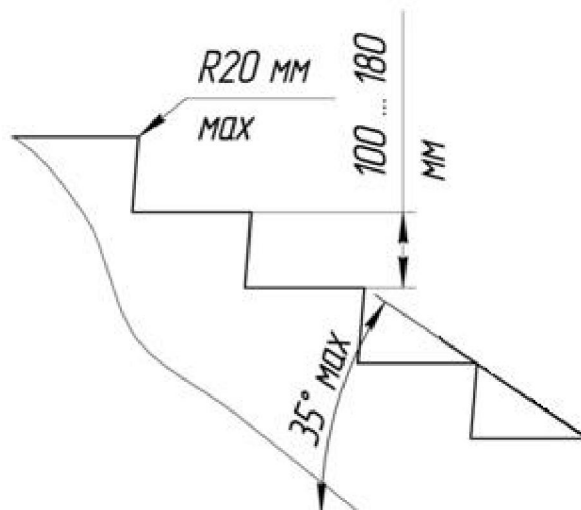

Рис. 5. Параметры лестницы.
Наклон	Мах.35 градусов (Рис.5)
Высота ступени	Мах. 180мм – Мин.100 мм (Рис.5)
Радиус закругления профиля ступени	В интервале 0 и 20 мм (Рис.5)
4.2. Светодиодные индикаторы (Рис.5)